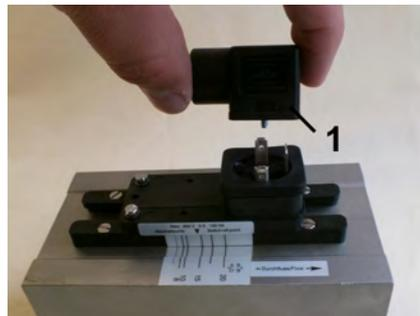

Abb. 23: Steckerdose abziehen
- Steckerdose (Abb. 23/1) abziehen.